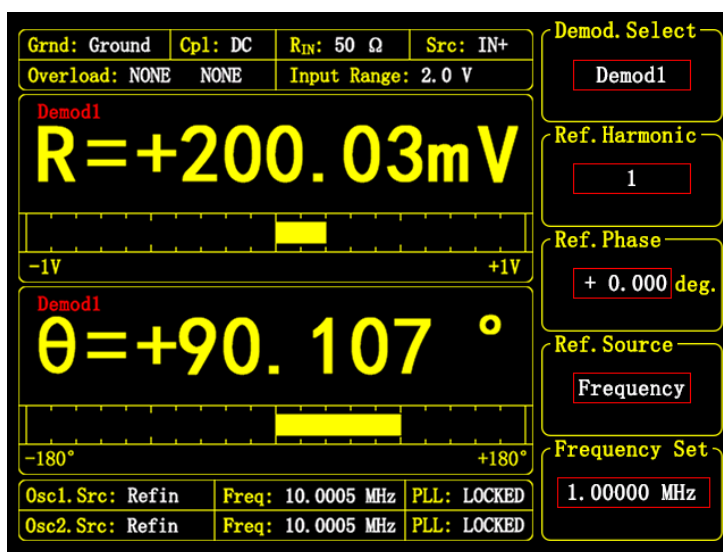

图 50. <Frequency> 模式界面
- <Frequency> : 设置当前解调器的参考基准源为任意频率。此模式界面如图50示。